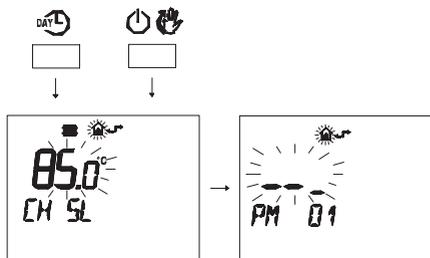

Figura 5.42
- Premere contemporaneamente i pulsanti DAY e per entrare nella programmazione trasparente (Figura 5.42).